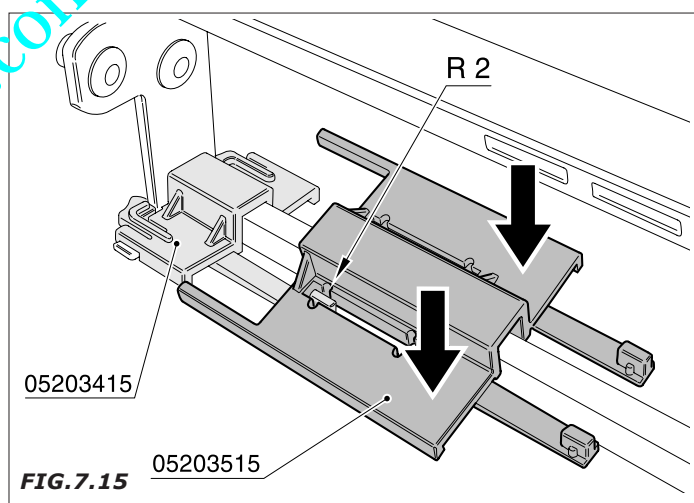

FIG. 7.15
- Apoyen el detalle 05203515 según lo indicado en la figura y hagan coincidir la referencia R2 con el trinquete ref. N1 del detalle 05203415 (Fig. 7.15). Empujen con fuerza, en los dos lados, hacia abajo según lo indicado por las flechas hasta el encaste completo.